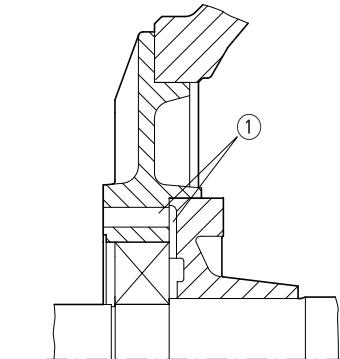

Abbildung 31: Lage des Fettkanals
- Achten Sie bei Motoren mit Nachschmierereinrichtung auf richtige Lage der Fettlager (→ Abb. 31).